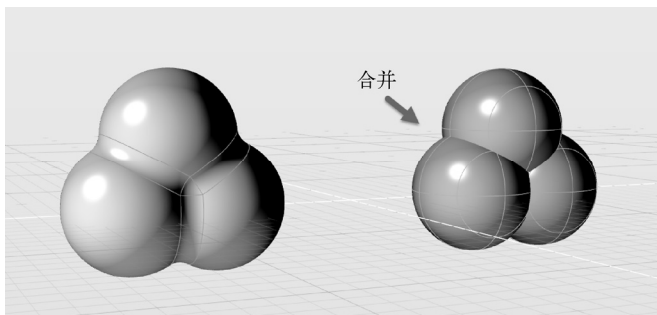

图 4-150 合并第 2 组球体
4) 针对第 2 组球体，激活“合并”工具，将 3 个独立球体合并成一组对象，如图 4-150 所示。